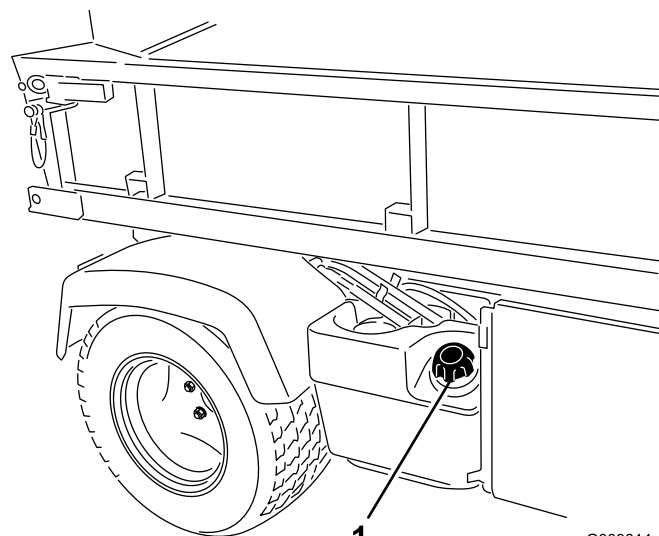

Figura 28
1. Limpe a zona em torno do tampão do depósito de combustível (Figura 28).
2. Retire a tampa do depósito de combustível (Figura 28).